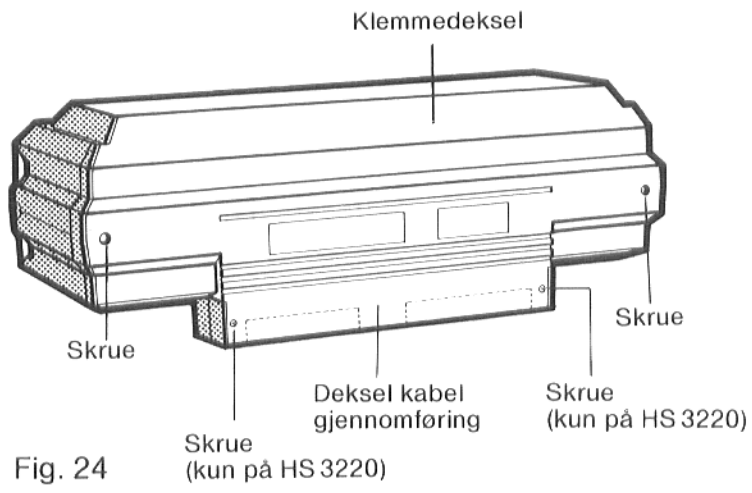

Fig. 24
- De to skruene skrues ut av klemmedekselet på kontrollpanelet (fig. 24). Klemmedekselet tas av.
De to skruene fra dekselet på kabelgjennomføringen (fig. 24) dreies ut. Dekselet på kabelgjennomføringen tas av ekstra.
- Klemmedekselet skrues på kontrollpanelet bakfra med to skruer (fig. 24).